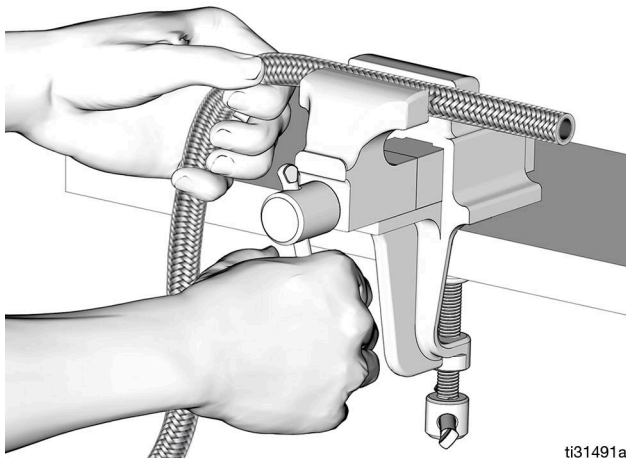

FIG. 63
1. Asegure el extremo de la manguera en un tornillo de banco (FIG. 63).